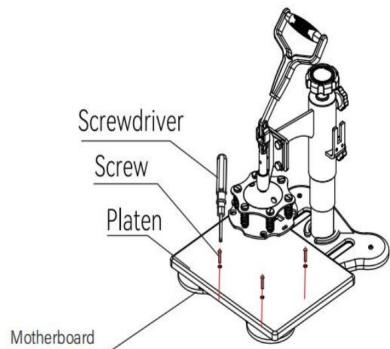

Fig 4
3. Placez la carte à plat sur la carte mère et alignez-la avec les trous de la carte mère. Placez la vis et verrouillez-la avec un tournevis (comme indiqué sur la figure 4)